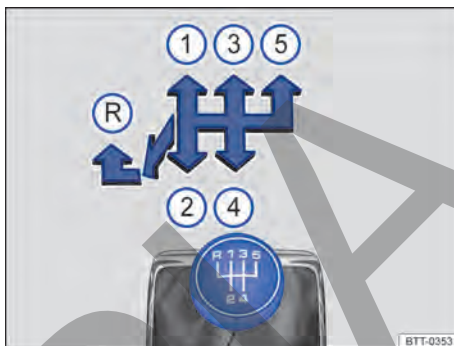

Fig. 88 Esquema de la transmisión manual de 5 marchas.
Las posiciones de cada una de las marcha están representadas en la palanca de cambios → fig. 88.
- Empujar la palanca de cambios totalmente hacia la izquierda y después hacia adelante hasta la posición de la marcha atrás → fig. 88 (R).